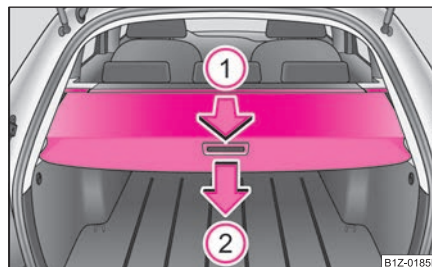

Fig. 84 Maletero: Cubierta del maletero
- Tire de la cubierta del maletero en el sentido de la flecha ① hasta el tope en posición asegurada ⇒ página 84, fig. 84.
Si Vd. desea utilizar todo el espacio del maletero, podrá desmontar la cubierta del mismo $\Rightarrow$ página 84, fig. 84.